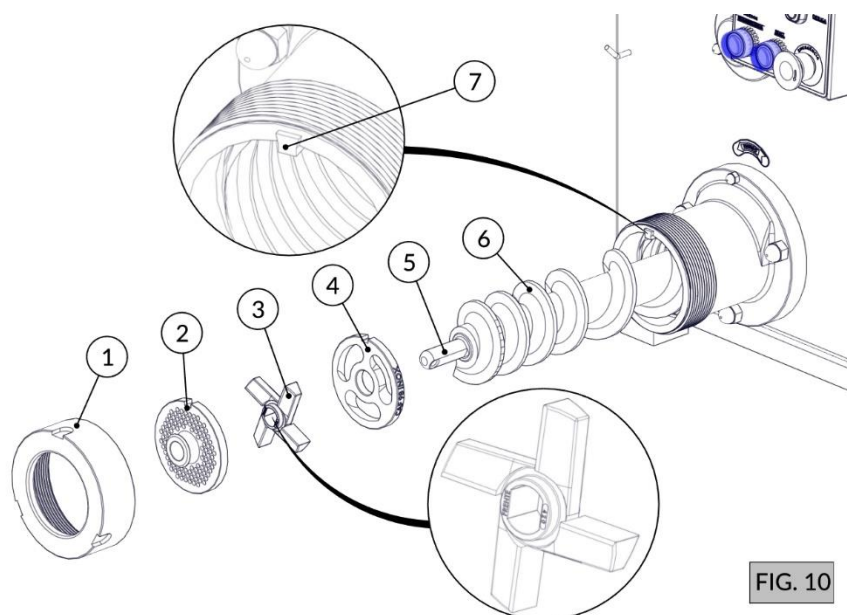

FIG. 10
3. Encaixe o caracol (Item 6 - FIG. 10) no quadrado do eixo arrastador.
4. Posicione o pré-cortador (Item 4 - FIG. 10) no pino do caracol (Item 5 - FIG. 10).
5. Instale a cruzeta dupla (Item 3 - FIG. 10) no pino do caracol, garantindo que a posição de corte esteja voltada para frente.
6. Coloque o disco com o furo desejado (Item 2 - FIG. 10) no pino do caracol, certificando-se de que ele está corretamente encaixado na chaveta do bocal (Item 7 - FIG. 10).
7. Rosqueie o volante (Item 1 - FIG. 10) até encostar no disco.